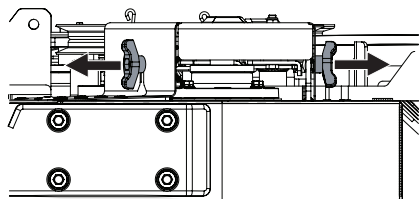

Figura 54
2. Retire los tornillos mariposa hexagonales que sujetan las cubiertas de las correas a la plataforma (Figura 54).